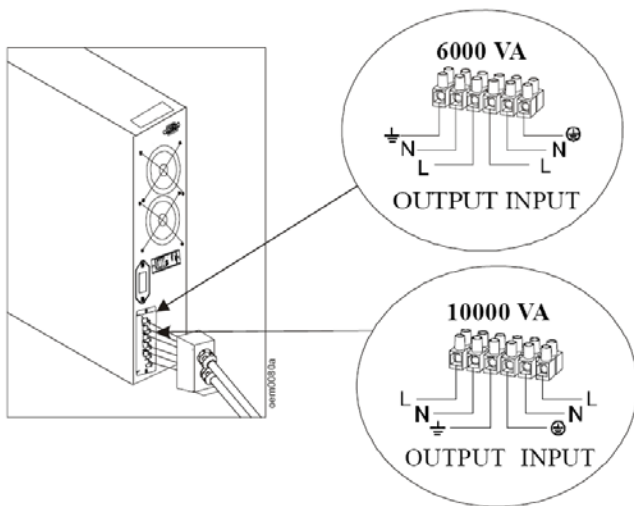

图 6
6. 先连接接线端子的地线，再连接火线和零线（绿色 = 地线；棕色 = 火线；蓝色 = 零线）；见图 6。